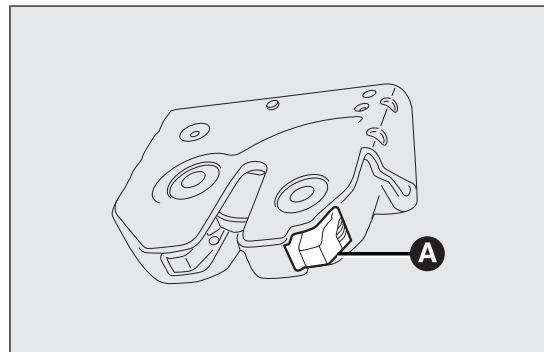

РИС. 72
- чтобы механически разблокировать багажную дверь изнутри, воздействовать на рычажок А РИС. 72.